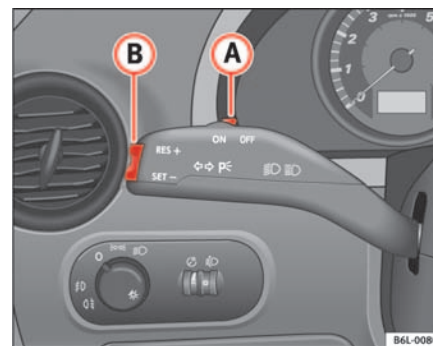

Fig. 103 Palanca de intermitentes y de luz de carretera: mando y tecla basculante para el regulador de velocidad
- Presione la parte superior de la tecla basculante **RES** ⇒ fig. 103 **B** para aumentar la velocidad. El vehículo acelerará mientras mantenga la tecla presionada. Al soltar la tecla quedará memorizada la nueva velocidad.
Si se reduce la velocidad programada pisando el pedal del freno, se desactiva el regulador de velocidad. Si quiere activar de nuevo el regulador, bastará con presionar una vez la parte superior de la tecla basculante **RES+** ⇒ página 147, fig. 103 **B**.